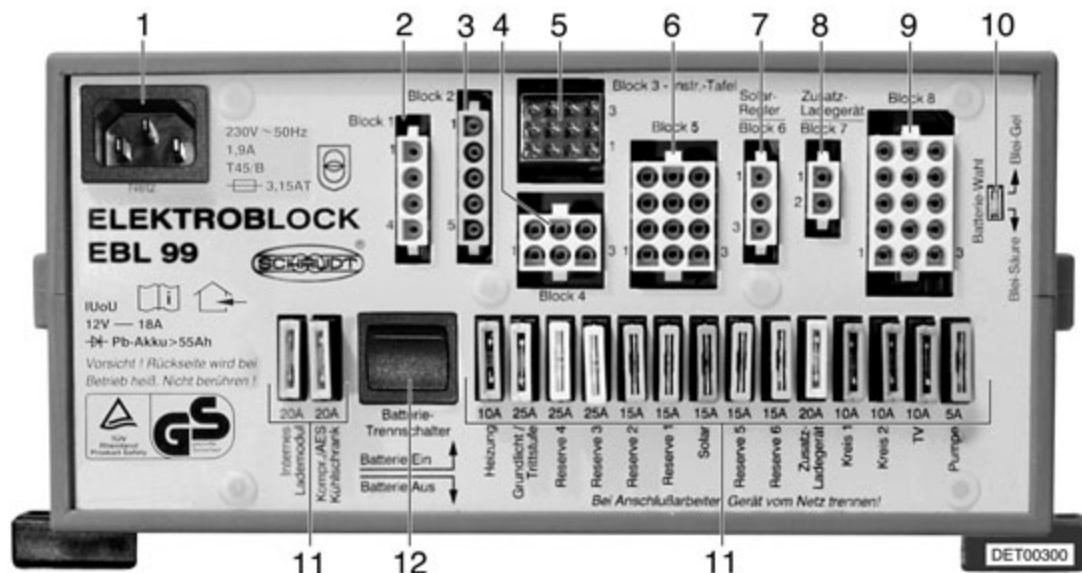

Fig. 117 Bloque eléctrico EBL 99
El bloque eléctrico (Fig. 117) se encuentra debajo del asiento del acompañante en la consola de asiento.
En el selector de batería (Fig. 117,10) se puede ajustar el módulo de carga en el bloque eléctrico al tipo de batería del habitáculo montado en el vehículo - "Plomo-gel" o "Plomo-ácido".
- Ajustar el selector de batería (Fig. 117,10) con ayuda de un objeto delgado, p. ej. la mina de un bolígrafo.
El separador de batería (Fig. 117,12) desconecta todos los equipos consumidores de corriente en el área del habitáculo, inclusive la válvula de seguridad/purga. De este modo se evita la lenta descarga de la batería del habitáculo cuando la autocaravana no se utiliza durante tiempo prolongado (p. ej. durante un tiempo transitorio de puesta fuera de servicio).
Los consumidores, que están conectados a la alimentación de 12 V en el área de estar, están asegurados con fusibles independientes. Los fusibles se encuentran en el compartimento del motor, junto a la batería del habitáculo y en el bloque eléctrico (Fig. 117).